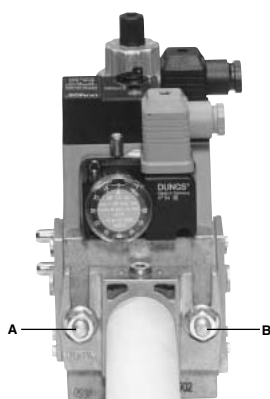
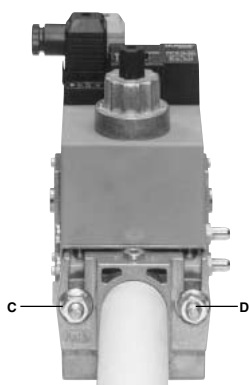
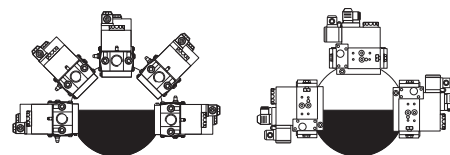

Fig. 23
Fig. 24
Fig. 26
3. Strangeti suruburile A, B, C si D (Fig. 23 - Fig. 24) , conform pozitionii de montare (Fig. 26);